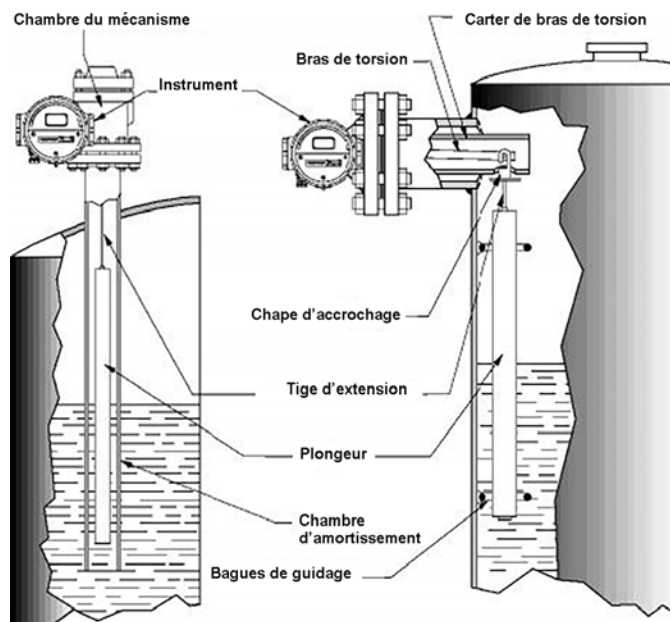

Figure 5
a. Type 12403 monté au sommet du réservoir (figure 5)
4.2.2.2 Chambre d'amortissement pour type 12403 (figure 5)